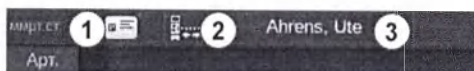

Рис. 11-24 Информация Nexadia в верхней части рамки
После вставки карты пациента появляется имя пациента (Рис. 11-24, ③). Поскольку имя пациента загружается с сервера Nexadia, его нельзя изменить вручную.